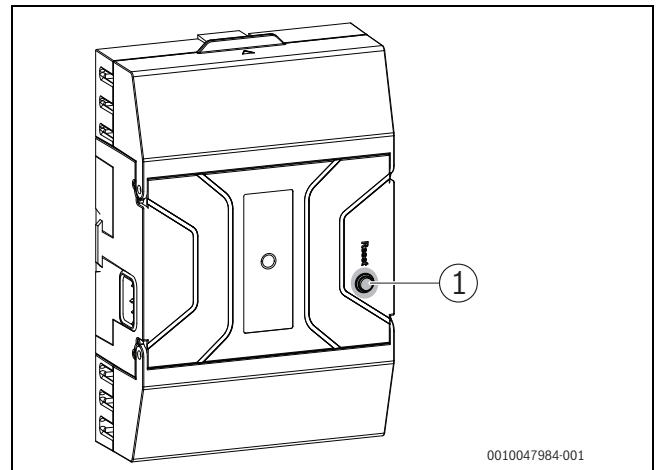

Bild 70 Störungen am Feuerungsautomat zurücksetzen
- ▶ Taste „Entstören“ am Feuerungsautomat drücken (→ Bild 70).